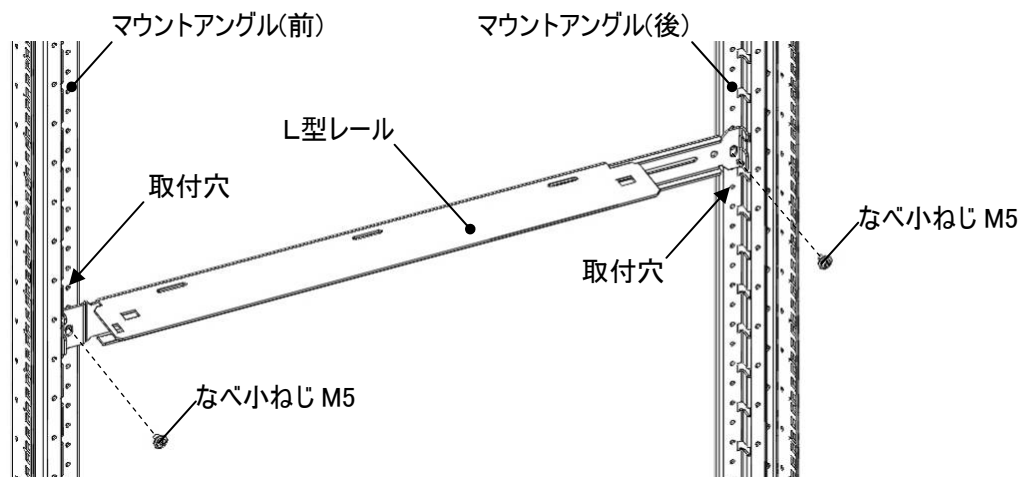

図3
- ・ マウントアングル(前後)の取付穴に付属のなべ小ねじでL型レールを固定してください。(図3)